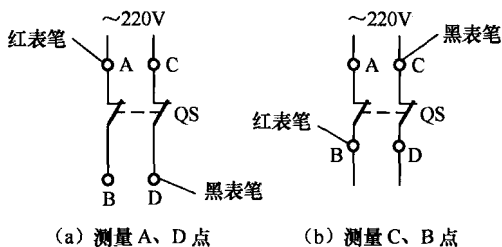

图 1-1-5 电压测量法排除刀开关断路故障示意图（二）
**步骤 4** 测量刀开关 QS 电源侧 A 点与负荷侧 D 点之间的电压，若测量结果电压 220V 表明刀开关 QS C 点与 D 点正常，若测量结果电压为零表明刀开关 QS C 点与 D 点之间断路，如图 1-1-5 (a) 所示。
**步骤 5** 测量刀开关 QS 电源侧 C 点与负荷侧 B 点之间的电压，若测量结果电压 220V 表明刀开关 QS A 点与 B 点正常，若测量结果电压为零表明刀开关 QS A 点与 B 点之间断路，如图 1-1-5 (b) 所示。